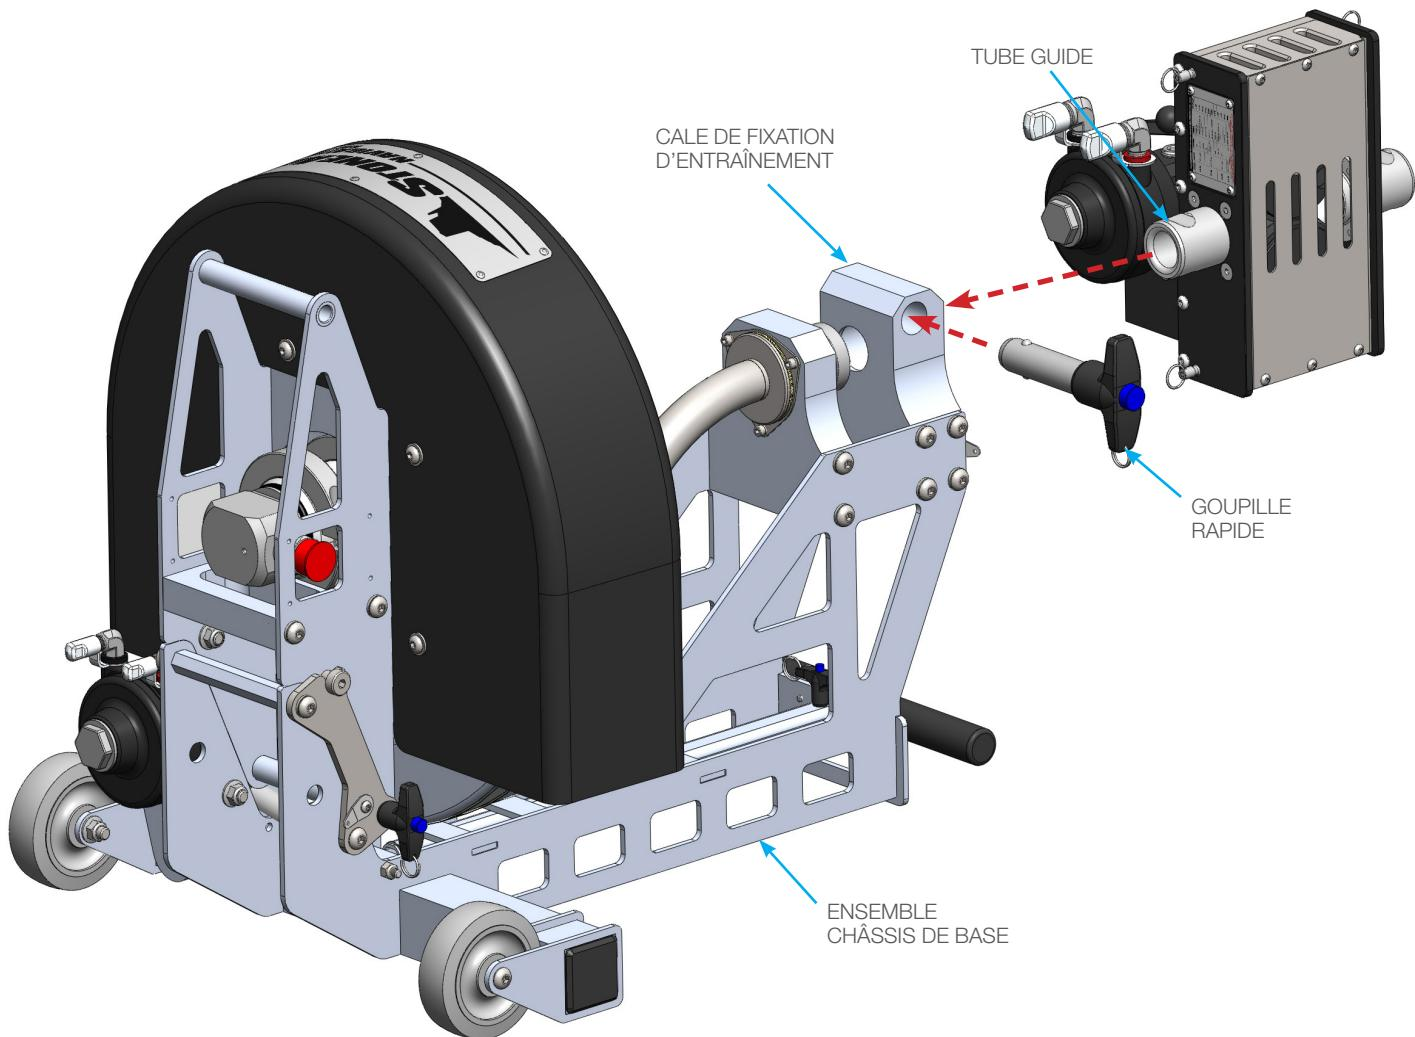

FIGURE 2
2. Déposez la goupille rapide de l'ensemble châssis de base, posez l'ABX-PRO PRODRIVE sur le châssis de base en glissant le tube guide dans la cale de fixation d'entraînement et en insérant la goupille rapide. (**Figure 2**)
2. Chargez le flexible dans le ABX-PRO tractor en libérant la poignée réglable et en faisant tourner le levier à came en sens antihoraire jusqu'à faire passer la goupille indicatrice en position «dégagée». Ceci ouvre l'espace entre les rouleaux permettant de faire glisser le flexible entre eux. (**Figure 2**)
2. Réglez la fixation quart de rond sur bride en la faisant glisser le long des fentes pour centrer le diamètre intérieur de la pince articulée sur le diamètre intérieur de la canalisation. Serrez toute la visserie pour la maintenir en position. (**Figure 2**)